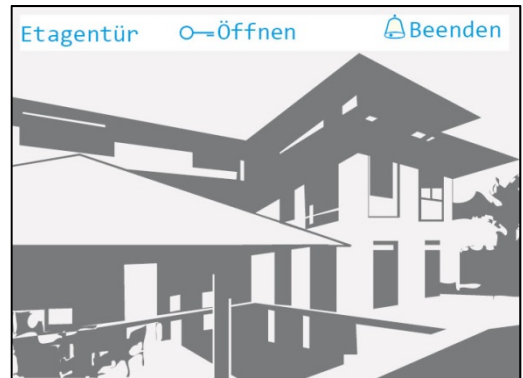

Abb. 24: Etageruf
- ▶ Drücken Sie die Sprechentaste , um eine Sprechverbindung mit der Außenstation herzustellen, mit der zuletzt eine Sprechverbindung bestand (Abb. 24).